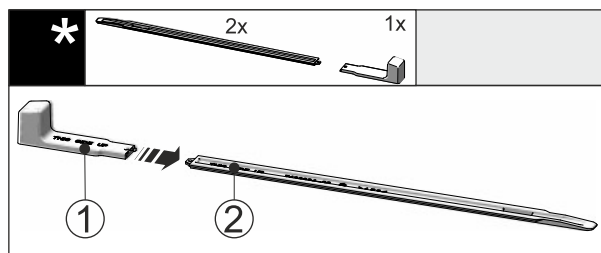

Fig. 49
- Stikk monteringshåndtakene Fig. 49 (1) på nivellerings-skinnen Fig. 49 (2).